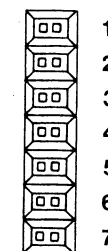

Figure 2. Jumpers
**ETAPE 10 :** Trouvez la série de broches dans la partie supérieure droite de l'**ACCELERATEUR //e** (cf Figure 2). Il y a 7 paires de broches, donc 7 positions grâce aux 7 **jumpers** (petit morceau de plastique pouvant lier deux broches côte à côte). Le jumper du haut est associé au slot 1, le suivant au slot 2, etc... Pour tous les slots contenant des cartes d'extension mémoire, retirez le jumper correspondant. Si vous avez un Apple IIe, ignorez le slot auxiliaire. Pour un Apple II ou II Plus, l'**ACCELERATEUR //e** ne reconnaît pas la carte d'extension mémoire placée dans le slot 0. De plus, il n'y a pas de broches associées au slot 0.